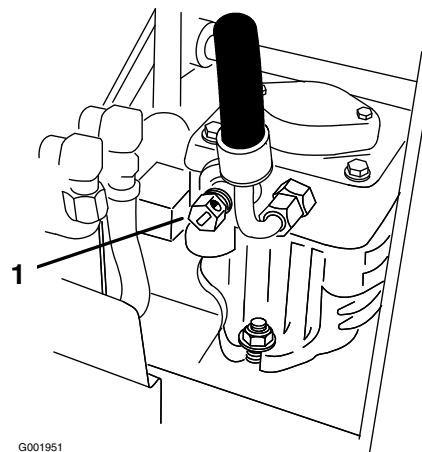

Figure 8
2. Ouvrez les vannes de dérivation des deux pompes en les tournant 1 à 2 fois dans le sens anti-horaire. Cela permet au liquide hydraulique de contourner les pompes et aux roues de tourner (Figure 8).